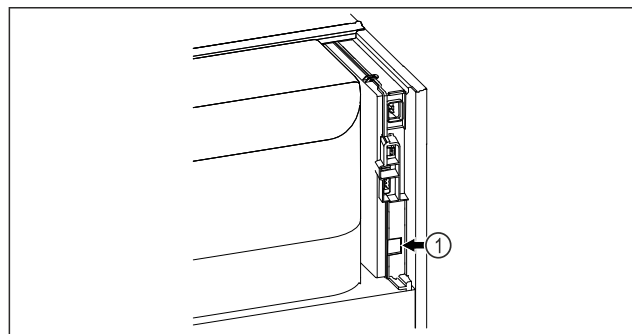

Fig. 96
- A SmartModule Fig. 96 (1) be van helyezve.